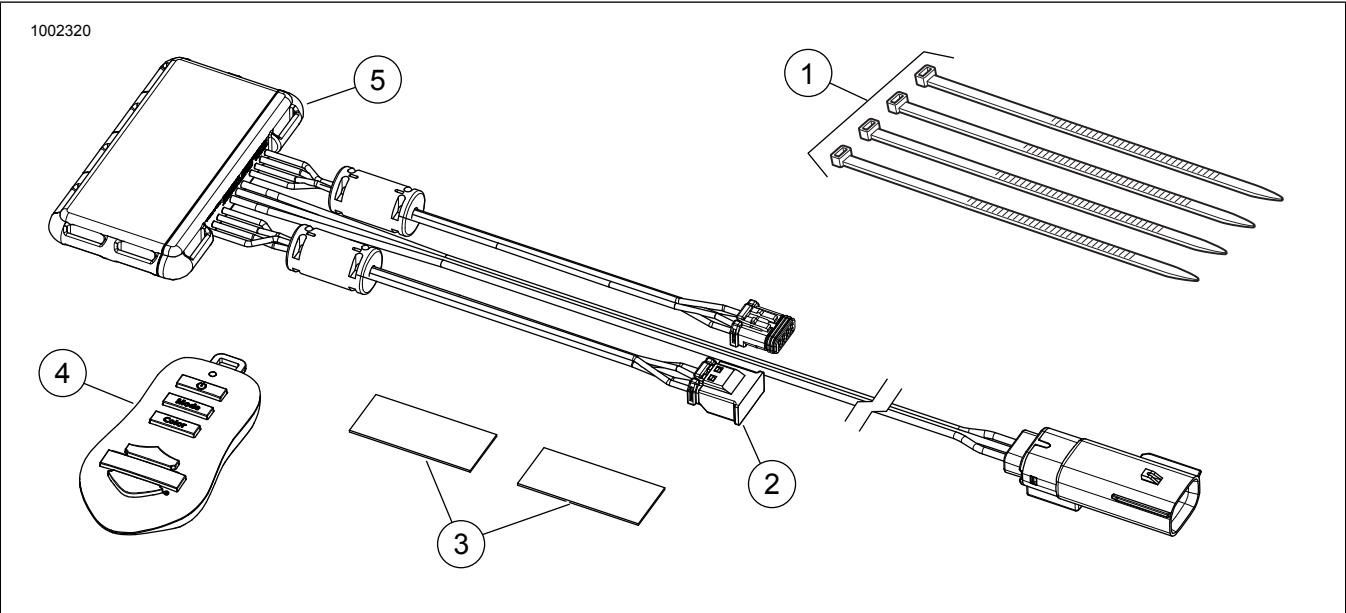

Abbildung 2. Ersatzteile, Electra-Glo-Reglersatz
Siehe Abbildung 2. und Tabelle 1.
5. Siehe Abbildung 2. Einen geeigneten Ort zur Befestigung des Reglers (5) unter dem Sitz oder hinter der linken Abdeckung wählen. Das im Satz enthaltene doppelseitiges Klebeband (3) oder Kabelbinder (1) verwenden.